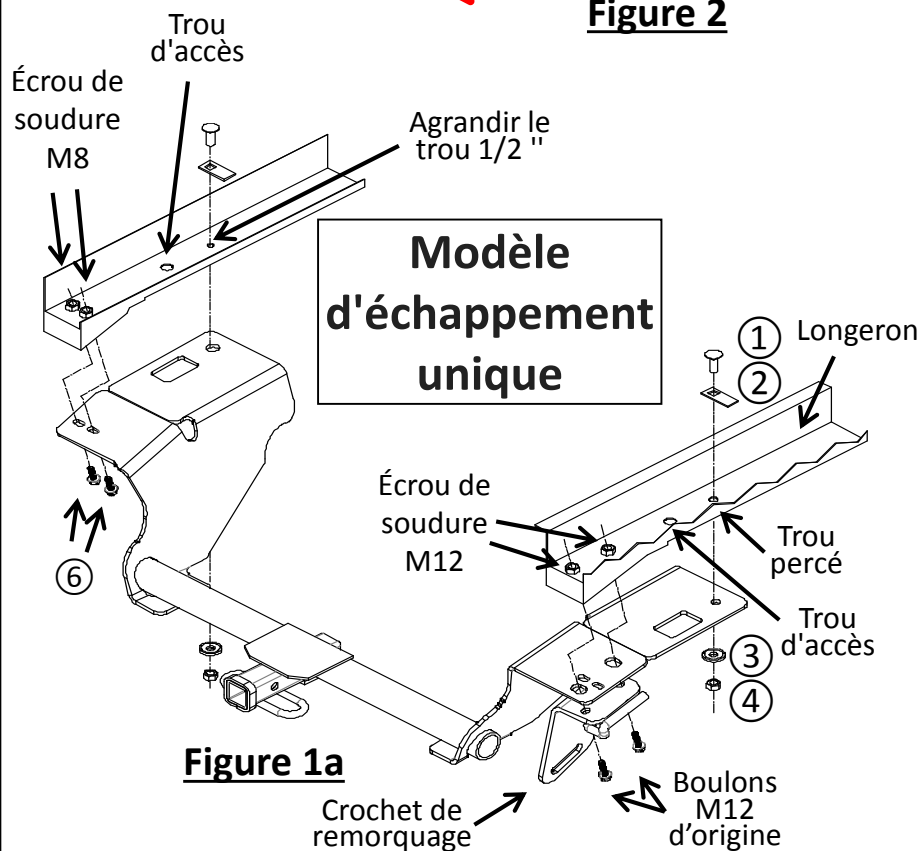

Figure 1a
4. **Agrandir le trou d'accès** – Retirer les bouchons en caoutchouc des trous d'accès du cadre, des deux côtés. À l'aide d'une meule à rectifier avec accessoire à découper, agrandir les trous d'accès illustrés à la Figure 1 afin d'adapter la tête du boulon de carrosserie ①, des deux côtés. À l'aide d'une perceuse de 1/2 po, agrandir le trou de fixation avant du côté du conducteur, voir **Figure 1a, 1b**.
5. **Installer l'attelage** – (a) À l'aide d'une douille 12 mm, retirer deux (2) boulons M8 d'origine des longerons côté conducteur. Remettre les pièces au propriétaire.
(d) Réinstaller l'écran thermique. Soulever l'attelage en position et poser lâchement deux (2) boulons M8 ⑥ dans les écrous à souder existants du côté conducteur. À l'aide de deux (2) boulons M12 d'origine, installer le crochet de remorquage sur le dessus de l'attelage, voir la **Figure 1a, 1b**. En utilisant l'attelage comme gabarit, percer un trou de 1/2 po à travers le cadre sur le point de fixation avant côté passager.
(e) À l'aide d'un fil de tirage ⑤, poser le boulon de carrosserie ① et l'espaceur ② dans les longerons jusqu'aux trous de support, des deux côtés, voir les **Figures 1a, 1b et 4**. Retirer les fils de tirage et poser lâchement une rondelle conique ③, et un écrou hexagonal ④ sur le boulons de carrosserie, des deux côtés.